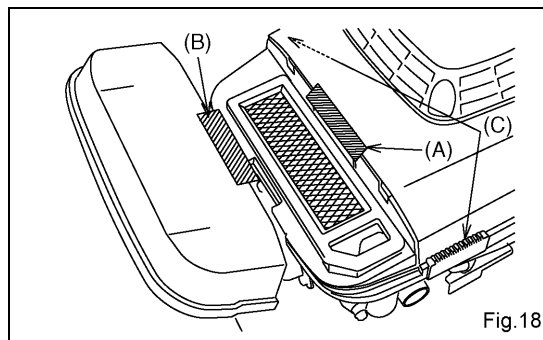

Fig.18
(4) エアクリーナボディ溝部 (A) にエアクリーナケースの突起部 (B) をはめ込んで、エアクリーナケースをエアクリーナボディに取り付けます。最後に両側の止め金 (C) をエアクリーナケース方向へ動かして、エアクリーナケースをエアクリーナボディへしっかりと組み付けて下さい。(Fig.18)